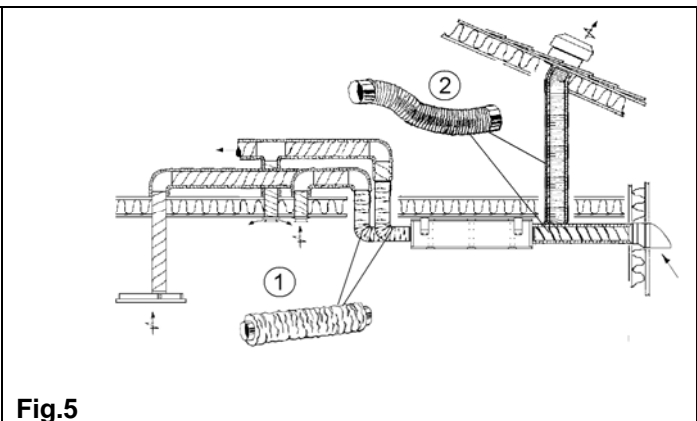

Fig.5
Um Strömungsgeräusche in die Zimmer zu vermeiden, verwenden Sie Schalldämpfer (pos.1, **Fig. 5**) an den Zu- und Abluftstutzen des Gerätes. (Länge 1,0 m). Nicht an der Dunstabzugshaube.
Flexible Rohre (pos.2, **fig. 5**) können für die Verbindungen Gerät-Rohrsystem, Dachhaube-Rohrsystem und am Aussengitter eingesetzt werden. Diese Verbindungen müssen auswechselbar sein.